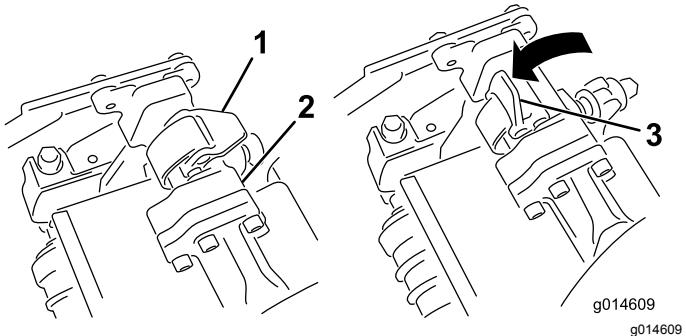
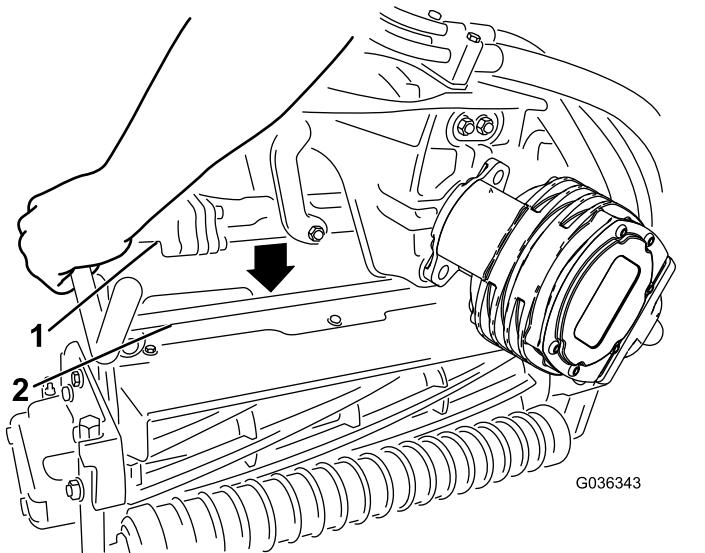

Bild 31
Bild 32
4. Die Riegel an der Aufhängearmstange müssen nach oben zeigen (d. h. offen) (**Bild 31**); drücken Sie den Aufhängearm dann so nach unten, dass die Stange über die Stange an der Oberseite der Schneideeinheit passt (**Bild 32**).
5. Drücken Sie die Riegel nach unten um die Schneideeinheitstange herum und arretieren sie (**Bild 31**).
5. Öffnen Sie die Riegel an der Aufhängegarmstange der Schneideeinheit, die Sie entfernen möchten (Bild 31).